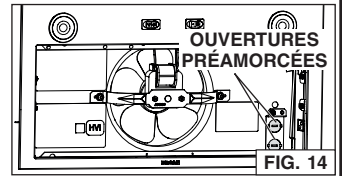

FIG. 14
4. Perforer **une** des deux ouvertures préamorcées (en gris dans la FIG. 14).